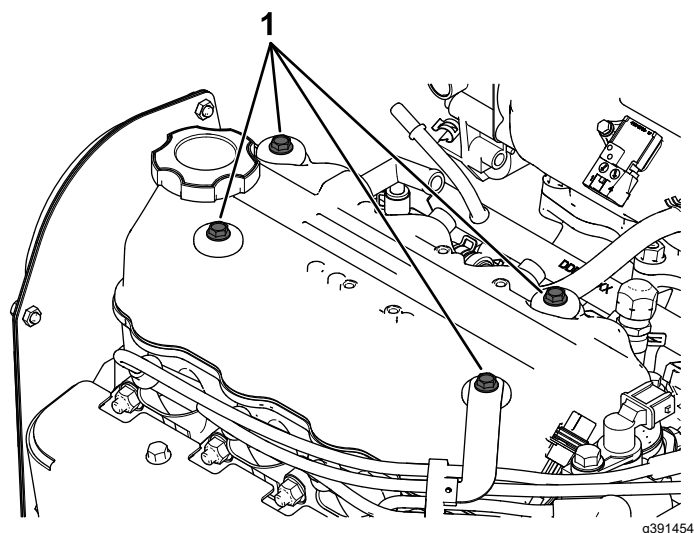

Figure 68
1. Retirez du moteur les 4 boulons indiqués à la Figure 68.